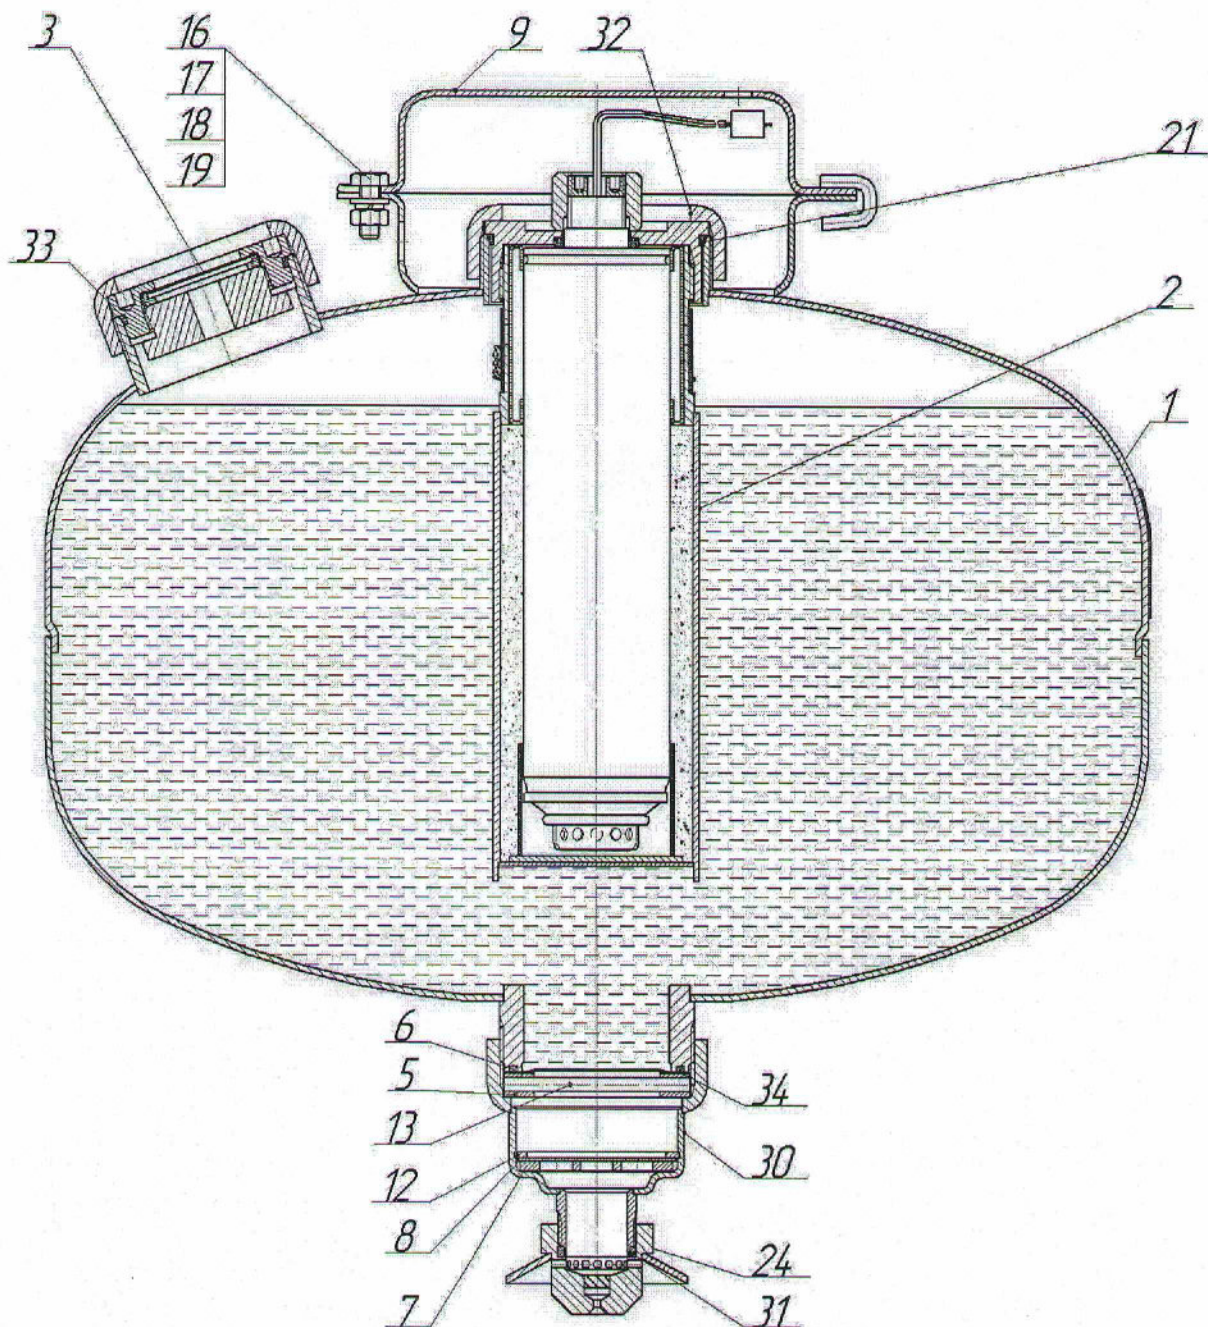

Рисунок 2
6.7.2 Сборка соплового блока МУПТВ вариант исполнения 2 (см. рисунок 2)